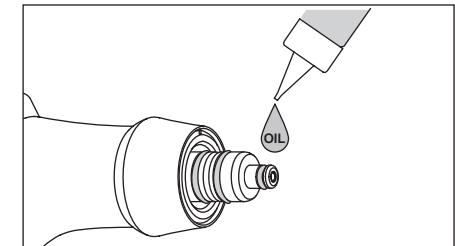

Рис.14
- 1) Просушите секцию уплотнительных колец, капните каплю прилагающегося машинного масла и разотрите пальцем. (Рис. 14)